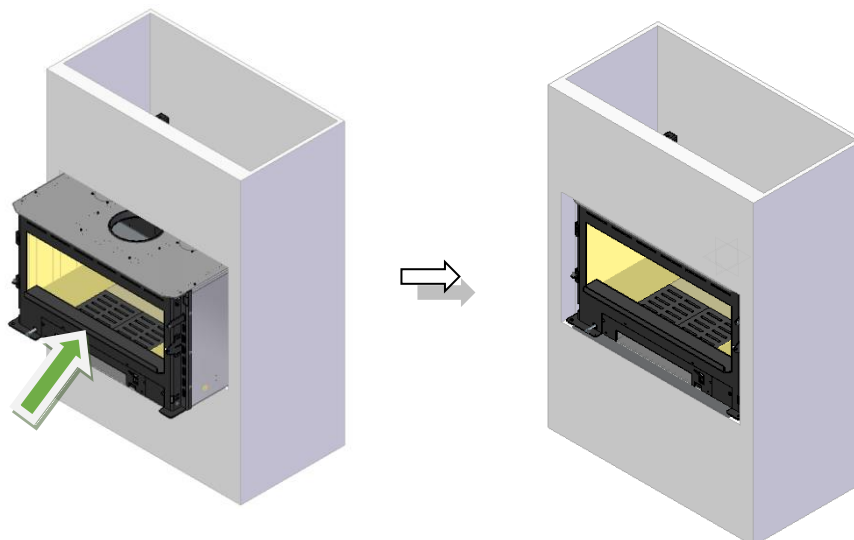

**Figura 10 – Desenganche de la puerta de los soportes**
9. Hay que tener en cuenta que cuando se coloca el equipo hay que quitar la puerta levantándola hacia arriba para poder quitar la puerta de los soportes, Figura 10. Si su equipo es una puerta de chapa, es aconsejable retirar también el panel inferior, aflojando los tornillos laterales como se muestra en la Figura 11. Si se trata de una unidad con puerta de cristal, no hay panel inferior.